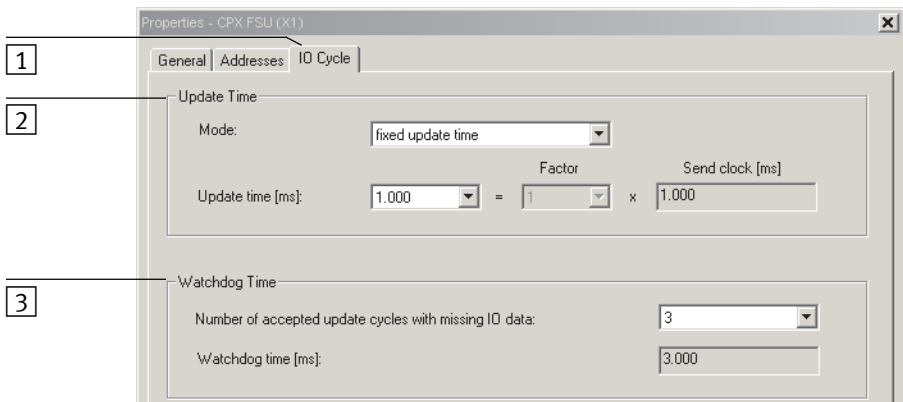

Fig. 2/6 : Réglages “Fast Start-up” – Adaptation de la durée de cycle I/O (durée de mise à jour)
8. Activer la coche devant “Démarrage prioritaire” (Prioritized startup) [2] dans la fenêtre “Propriétés – CPX” (propriétés – CPX, voir Fig. 2/5).
9. Sélectionner le registre “Cycle I/O” (IO-Cycle, [1] dans Fig. 2/6).